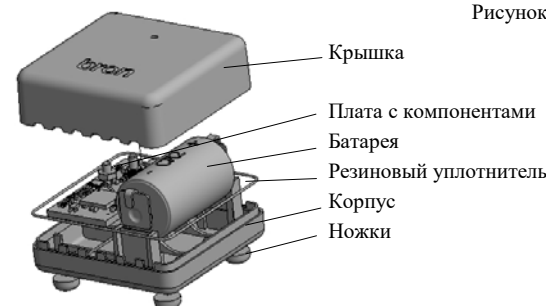
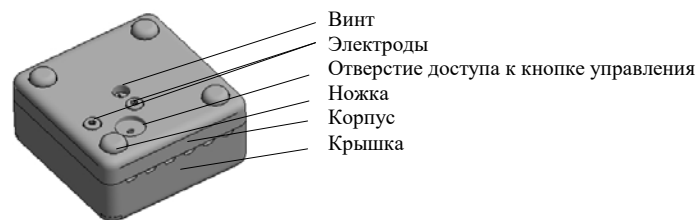

Рисунок 1.2 – Вид внутренней конструкции (крышка снята)
Рисунок 1.3 – Вид датчика снизу
4.1 Общий вид устройства представлен на рисунке 1.1. Конструкция корпуса не предусматривает крепления на поверхности. Устройство состоит из корпуса и крышки. Внутри корпуса размещены печатная плата с электронными компонентами и батарея (см. рисунок 1.2). Между корпусом и крышкой установлена прокладка, которая обеспечивает защиту от протекания воды. С нижней стороны корпуса размещены два электрода выявления воды, кнопка управления устройством и винт крепления крышки к корпусу (см. рисунок 1.3).
9.4 Своевременно проверяйте с планшета остаточную емкость батареи и меняйте на новую при необходимости. Для замены батареи отсоедините датчик от монтажной пластины крепления. Замените батарею (см. рисунок 1.3) на новую, типа CR2, придерживаясь полярности. Присоедините датчик к монтажной пластине.